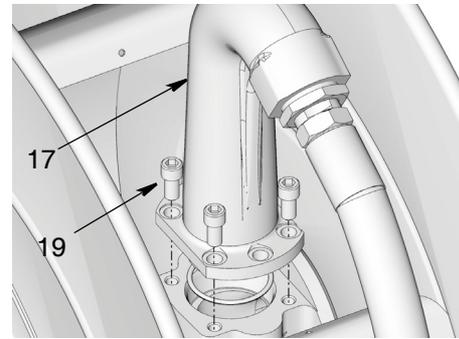

ABB. 36
6. Auslass (17) wieder auf Spule installieren. Schrauben (19) ersetzen und sicher festziehen. Schrauben mit 32,54 bis 40,67 N•m (24 bis 30 ft-lb) festziehen (ABB. 36).